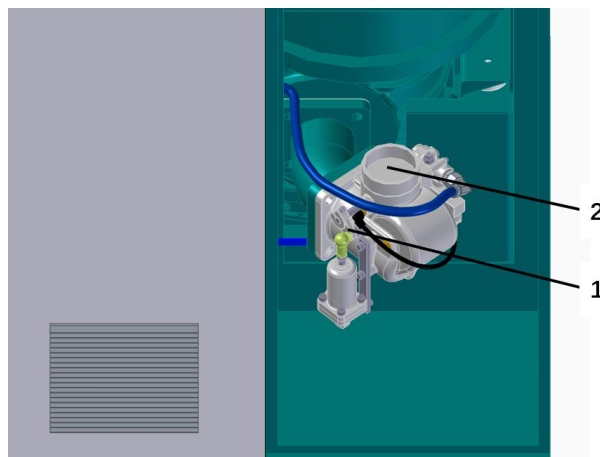

图 28：进气阀阀板
1. 请使用扳手扳动进气阀上的阀杆(图 28/1)逆时针旋转。
2. 使用长杆将进气阀阀板(图 28/2)顶开。